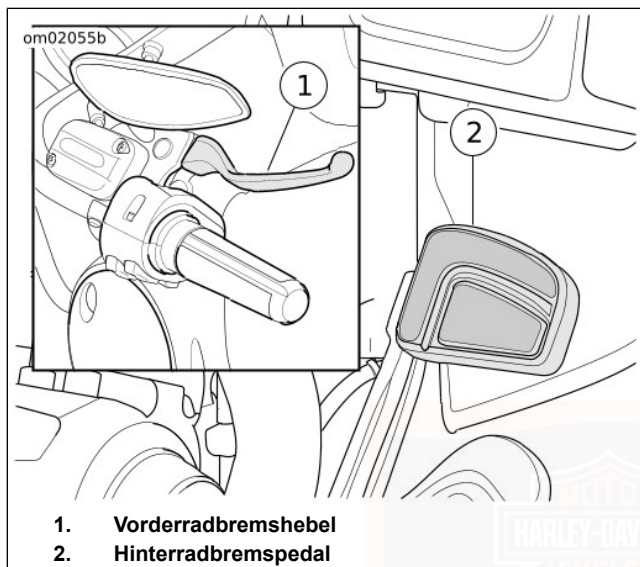

Abbildung 46. Bedienungselemente für Bremsen
Siehe Abbildung 46. Mit dem Vorderradbremsehebel (1) wird die Vorderradbremse betätigt. Der Hebel befindet sich am rechten Lenker. Den Handhebel mit den Fingern der rechten Hand betätigen.
Siehe Abbildung 46. Mit dem Hinterradbremspedal (2) wird die Hinterradbremse betätigt. Das Pedal befindet sich auf der rechten Seite. Das Hinterradbremspedal mit dem rechten Fuß betätigen.